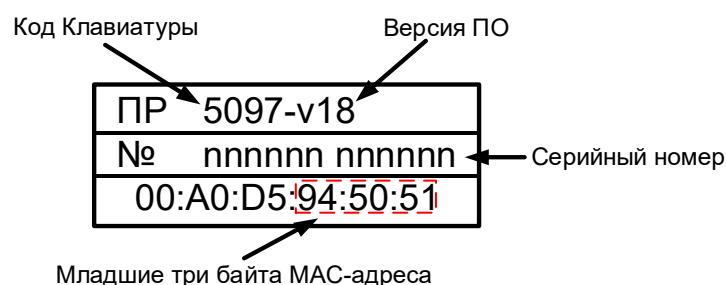

Рисунок 7 – Шильдик
–В поле «MAC адрес» введите младшие три байта MAC-адреса, напечатанного на шильдике клавиатуры (см. Рисунок 7).